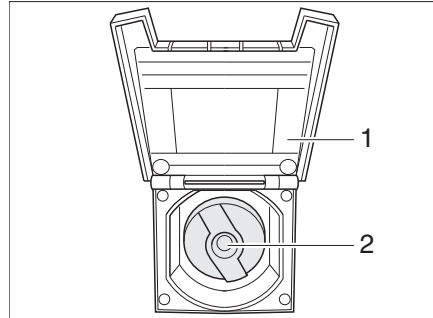

Fig. 283 Tapa de cierre para el tubo de llenado de agua potable
- Abrir la tapa (Fig. 283,1) para el tubo de llenado de agua potable.
- Introducir la llave en el cilindro de cierre (Fig. 283,2) y girarla un cuarto de vuelta en sentido contrario a las agujas del reloj.
- Abrir el tubo de llenado de agua potable (Fig. 283).